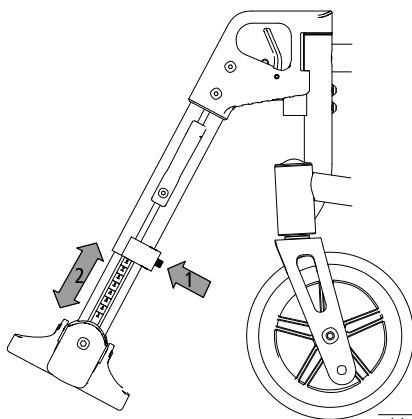

Abb. 6
1. Vid behov kan skruven på baksidan av benstödet (1, bild 6) skruvas ut tills benstödet undre del kan skjutas in och ut i övre delen (2, bild 6).